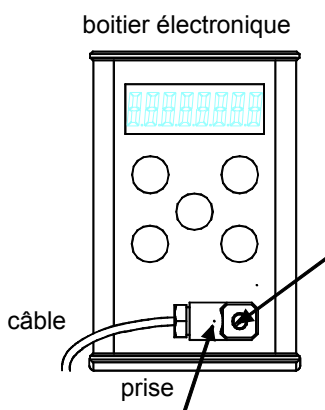
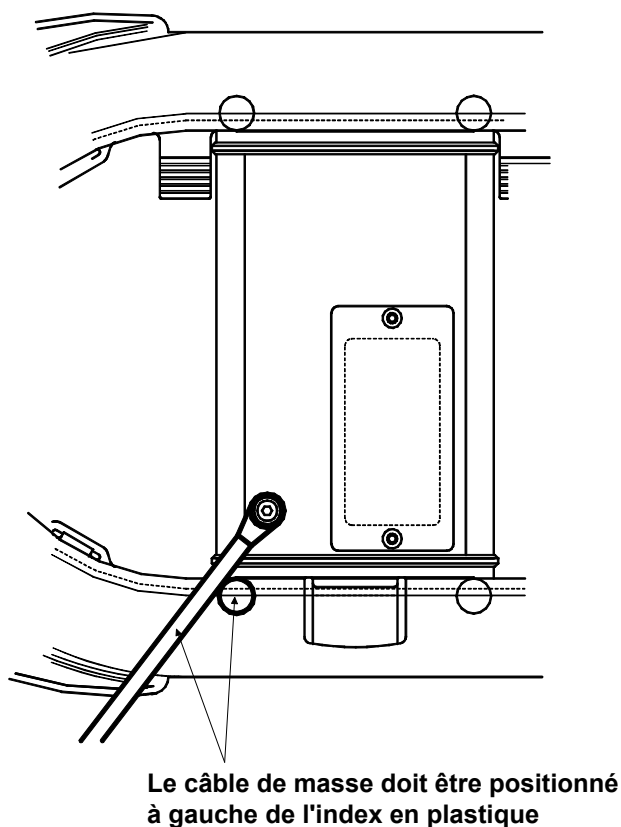

Figure 9
Figure 11
- (1) Dévisser et retirer le câble de masse, à l'arrière du boîtier électronique. Voir Figure 11.
- (2) Dévisser et retirer la prise située à l'avant du boîtier électronique. Voir Figure 9.
- (3) Retirer le boîtier électronique de son cadre en exerçant une pression en haut et à l'arrière du boîtier, pour le déboîter du cadre.
- (4) Emboîter le nouveau boîtier électronique dans le cadre.
- (5) Remettre la prise du câble sur le boîtier électronique et la revisser.
- (6) Remettre en place le câble de masse comme indiqué sur la Figure 11.